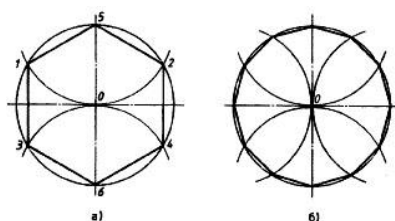

Рис. 67. Деление окружности на шесть и двенадцать равных частей
Чтобы разделить окружность на шесть равных частей, от любой ее точки отложим отрезки, равные радиусу окружности (R). Полученные дуги делят окружность на шесть равных частей. Приняв точки 1, 2, 3, 4, 5, 6 за вершины шестиугольника, соединим их отрезками прямых, как показано на рис. 67а. Таким образом построим правильный шестиугольник.
Деление окружности на двенадцать равных частей основано на откладывании от любой ее точки отрезков, равных половине радиуса окружности ($R/2$). Полученные дуги разделят окружность на двенадцать равных частей. Приняв каждую засечку за вершину двенадцатиугольника и последовательно соединив их, получим правильный двенадцатиугольник (рис. 67, б).